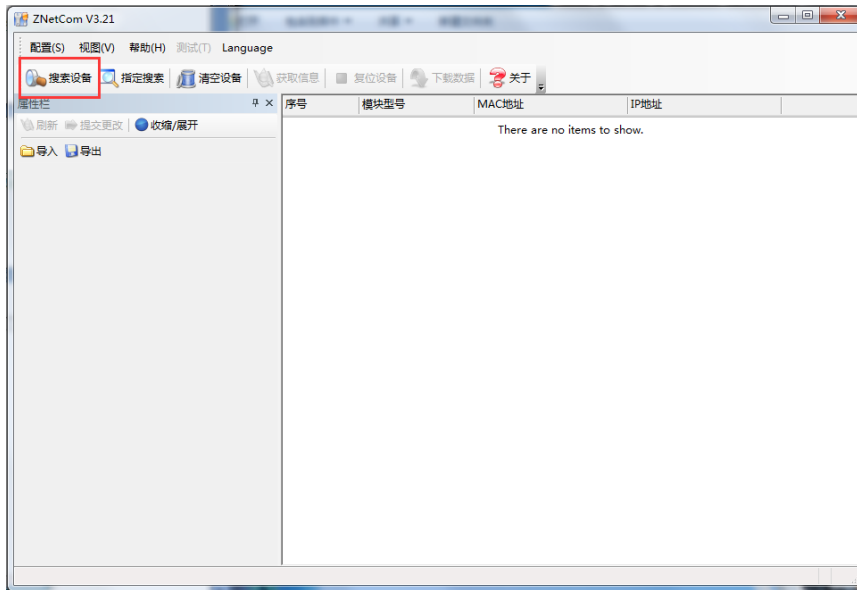

图 7.1 ZNetCom 运行界面
1. 在 PC 机上打开配置软件 ，出现如图 7.1 所示界面。